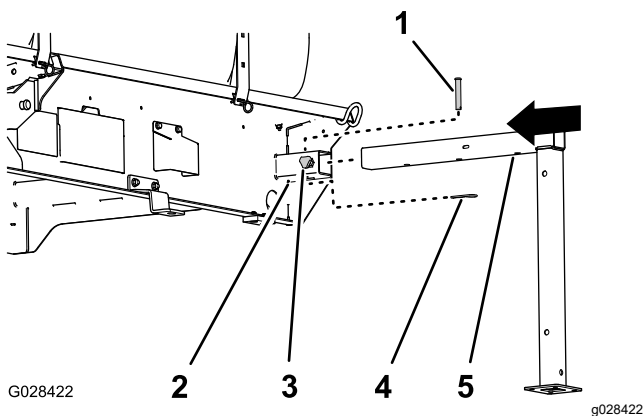

Figure 135
- Alignez les pieds de support avant sur le logement à l'avant de la cuve (Figure 135).
- Insérez le pied de support dans le logement jusqu'à ce que le trou central du tube horizontal du pied soit en face du trou en haut du logement (Figure 135).
- Vissez une molette de verrouillage dans le logement et serrez-la à la main (Figure 135).